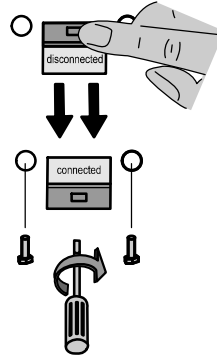

Рисунок 3. Подключение разъемов внутренней батареи
3. Сдвиньте разъем батареи таким образом, чтобы вы могли прочесть **Connected** (см. Рисунок 3).